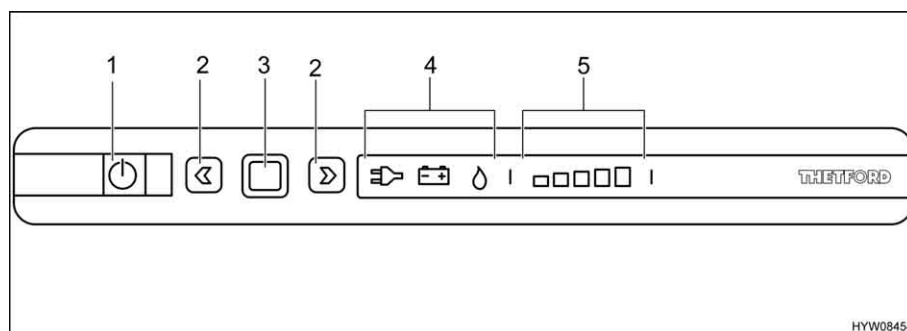

Fig. 99 Elementi di comando del frigorifero
La modalità di funzionamento attuale è indicata da un simbolo luminoso (Fig. 99,4) sulla centralina di controllo.
Dopo l'accensione il frigorifero seleziona automaticamente la regolazione del termostato selezionata per ultimo. Questa impostazione può essere modificata manualmente con i tasti freccia (Fig. 99,2). Le barre luminose dell'indicatore del livello di refrigerazione (Fig. 99,5) visualizzano la temperatura selezionata sul termostato. Con i tasti freccia viene regolata la temperatura di refrigerazione per tutti i tre tipi di energia. Ci vogliono alcune ore prima che il frigorifero raggiunga la temperatura normale di esercizio. Cambiando la modalità di funzionamento la regolazione del termostato non viene modificata. La temperatura di refrigerazione è indipendente dal tipo di energia utilizzata.
- Premere il tasto On/Off (Fig. 99,1) per 1 secondo. Il tasto (Fig. 99,1) si illumina di verde. Dopo circa 10 secondi, l'indicatore viene attenuato per risparmiare energia.
- Premere il tasto di conferma (Fig. 99,3). L'impostazione attuale della modalità di funzionamento viene visualizzata.
- Se non è impostata la modalità di funzionamento a gas: Per modificare l'impostazione, premere il tasto di conferma (Fig. 99,3) per circa 2 secondi.
- Selezionare la modalità di funzionamento a gas con i tasti freccia (Fig. 99,2). L'alimentazione del gas è ora aperta. L'accensione avviene automaticamente. È udibile un ticchettio fino a quando procedura di accensione non è stata portata a termine.
- Premere il tasto di conferma (Fig. 99,3) per 2 secondi.
- Premere nuovamente il tasto di conferma (Fig. 99,3). Il livello di refrigerazione attuale viene indicato dalle barre luminose (Fig. 99,5).
- Per modificare l'impostazione, premere i tasti freccia (Fig. 99,2) fino a visualizzare l'impostazione desiderata.
- Premere il tasto On/Off (Fig. 99,1) per circa 2 secondi. Tutte le spie si spengono. Il frigorifero è spento.
- Se non è impostata la modalità di funzionamento 230 V: Per modificare l'impostazione, premere il tasto di conferma (Fig. 99,3) per circa 2 secondi.
- Selezionare la modalità di funzionamento 230 V con i tasti freccia (Fig. 99,2).
- Se non è impostata la modalità di funzionamento 12 V: Per modificare l'impostazione, premere il tasto di conferma (Fig. 99,3) per circa 2 secondi.
- Selezionare la modalità di funzionamento 12 V con i tasti freccia (Fig. 99,2).